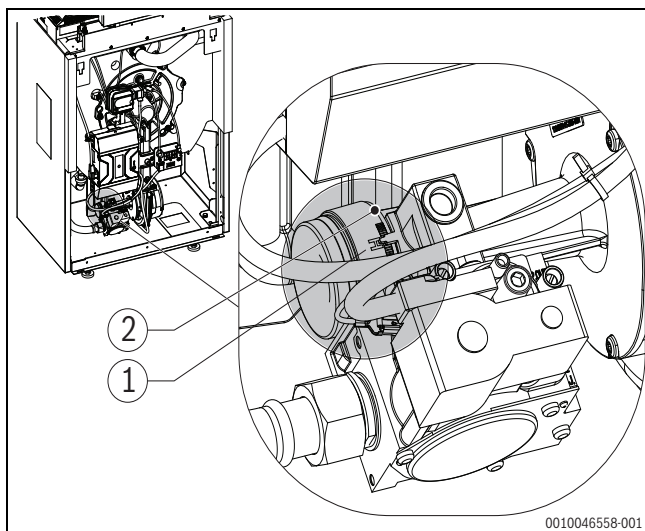

Bild 31 Einstelldüse Gasarmatur
Bei einer Gasartumstellung muss zunächst die Voreinstellung an der Einstelldüse der Gasarmatur (→Bild 31) vorgenommen werden.
- ▶ Einstelldüse (→Bild 31, [1]) entsprechend der gelieferten Gasart einstellen. Dabei wird die werkseitige Versiegelung [2] aufgebrochen.